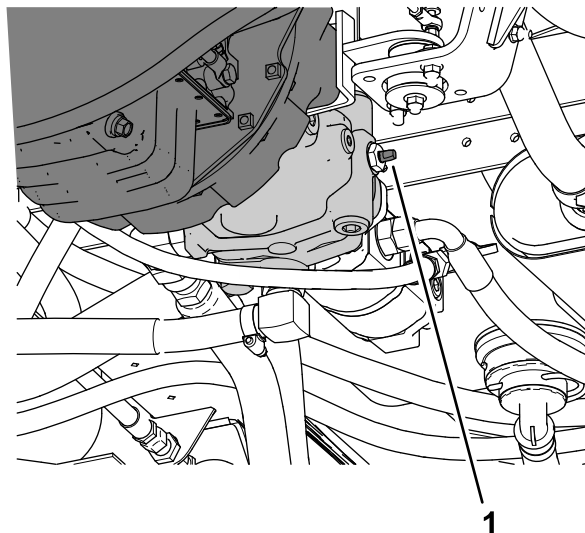

图 48
3. 将拖车阀 图 48 向任意方向旋转 90° 打开拖车阀。